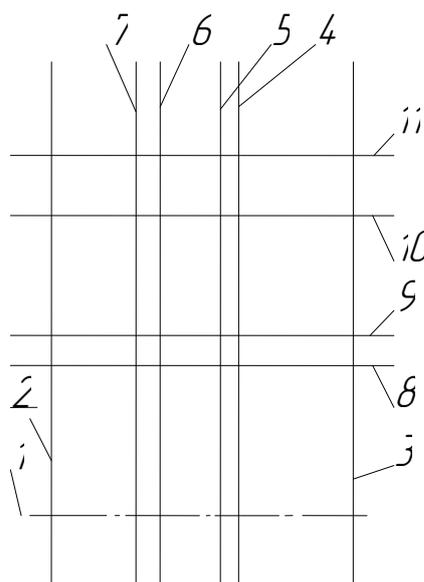
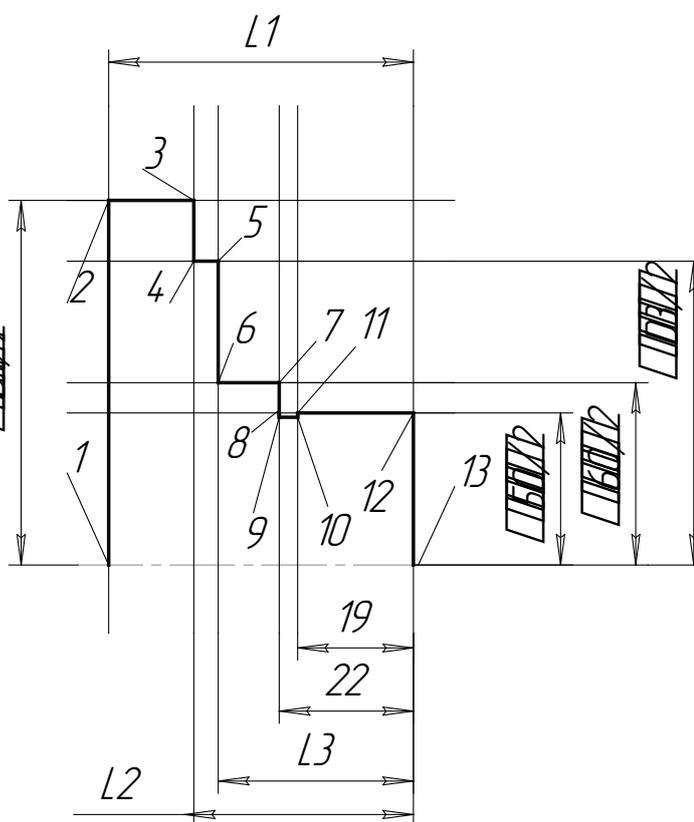

Рис. 2.10. Разметка главного вида
Рис. 2.11. Построение контура части
I. Произведем разметку поля главного вида вспомогательными линиями. Построим сетку ортогональных прямых по характерным размерам части вида, расположенной выше оси симметрии (рис. 2.10). Точки пересечения используем для вычерчивания контура без прорисовки фасок (рис. 2.11).
3. Вспомогательные линии 4,5,6 и 7 начертим параллельно линии 3, указывая расстояние до этих линий от линии 3, ориентируясь на рис. 2.10. Активизируем кнопку <Параллельная прямая>, из группы вспомогательных и установим на **Панели свойств** режим <Одна прямая>. В ответ на запрос « Указать прямую для построения параллельной прямой», укажем линию 3, и «запомним», нажав кнопку . Для линии 4 введем в поле **расстояние** значение 19 (см. рис. 2.9), $19=22 - 3$ (ширина проточки)), нажмем на кнопку **Создать**
5. Обведем основной линией контур (рис. 2.11). Построение будем производить командой панели **Геометрия**, <Непрерывный ввод объектов>, переходя от точки 1 к точке 8, а затем от точки 11 к 13. Предварительно увеличим для удобства масштаб, установим привязку **Пересечение** и сменим тип линии на основную. Начальные и конечные точки отрезков будем указывать, подводя курсор вблизи точки пересечения вспомогательных прямых.